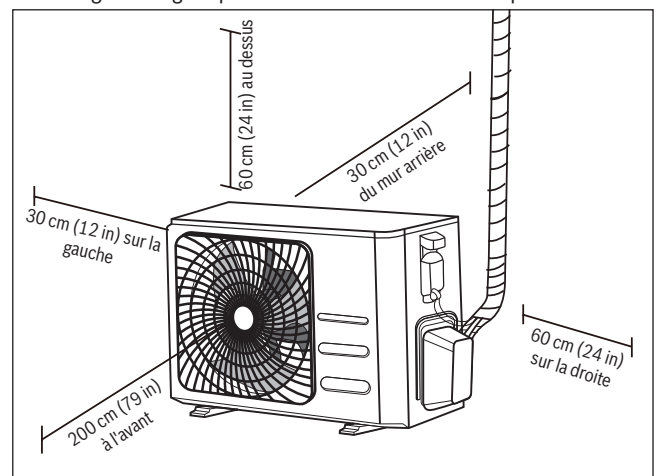

Fig. 20.
- ▶ est conforme à toutes les exigences indiquées dans Exigences liées à l'espace d'installation (**fig. 20**)